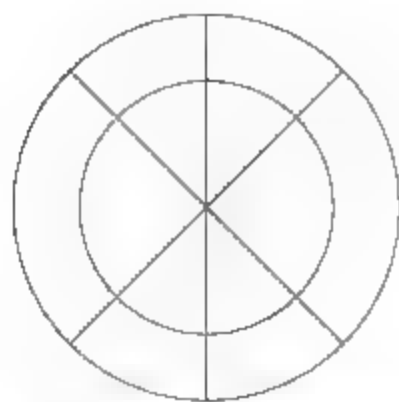

图8-188 镜像复制线段
- 05 调用MI【镜像】命令，向右镜像复制线段，结果如图8-188所示。